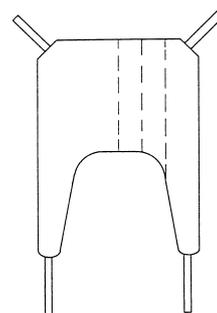

Abb. 9
- Den Gurt längs bis zur Hälfte einrollen (**Abb. 9**).